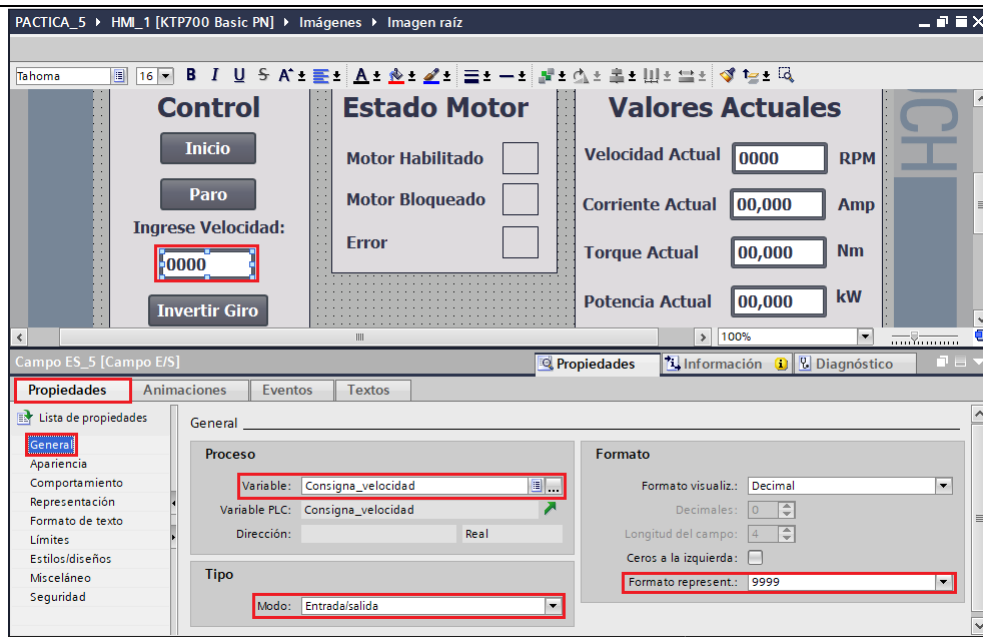

Figura 36. Configuración consigna de velocidad.
- En “Formato” / “Formato represent” escoger la opción “9999” (ver Figura 36).